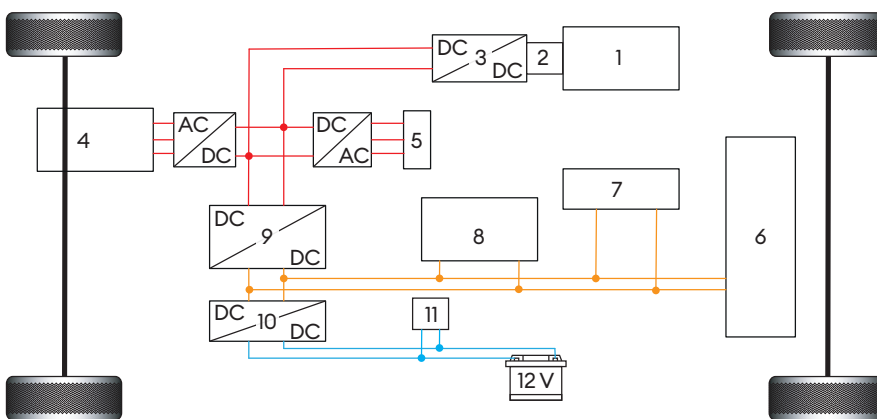

Bild 1: Bordnetz FCEV
Der Aufbau des Bordnetzes (Bild 1) ist grundsätzlich vergleichbar mit dem eines BEV. Es gibt immer noch eine Spannungsebene bis 14 V, die mit einer herkömmlichen 12-V-Batterie realisiert wird. Somit können viele Verbraucher einfach übernommen werden und müssen nicht an eine hohe Spannung angepasst werden. Als Beispiel wurde in Bild 1 die elektrische Servolenkung integriert. Neben dem 14-V-Bordnetz haben wir jetzt aber zwei Hochvoltspannungsebenen und nicht wie sonst üblich nur eine. Diese Differenz entsteht durch die Brennstoffzelle, welche der eigentliche Energielieferant ist, und durch die Hochvoltbatterie, die nicht auf die gleiche Spannung ausgelegt ist wie die Brennstoffzelle. Dazu kommen zusätzliche Systeme, die für die Wasserstoffversorgung und die Kühlung
In der Brennstoffzelle wird durch die chemische Reaktion Spannung erzeugt. Je nach Anzahl Zellen kann diese bei aktuellen Modellen bis zu 370 V betragen. Diese wird im Hochsetzsteller (3 in Bild 1) direkt nach der Brennstoffzelle bis auf 650 V erhöht. Der Begriff Hochsetzsteller wird hier verwendet, da der Strom von der Brennstoffzelle wegfließt und immer erhöht wird. Durch diese Anhebung wird bei konstantem Strom die Ausgangsleistung grösser, was wiederum zu einer Reduzierung der elektrischen Verluste führt. Dies, weil bei tieferen Stromwerten die Spannungsverluste an den Leitungen und Verbindungen kleiner werden. Über einen Stromsensor wird der Ausgangsstrom erfasst, damit die notwendige Spannung über die Einschaltzeit der MOSFET-Transistoren geregelt werden kann. Dadurch kann der Elektromotor mit einer Spannung von 370V bis 650V betrieben werden. Dies ergibt eine für alle Betriebs-situationen ausreichende Fahrleistung. In den DC/AC-Wandlern wird die erhöhte Spannung in Dreiphasen-Wechselstrom umgewandelt. Damit wird sowohl der Traktionsmotor wie auch der Luftkompressor der Brennstoffzelle versorgt. Durch die Hochvoltbatterie ergibt sich die etwas tiefere Spannungsebene mit 310 V. Diese Spannung entsteht durch den Einsatz von zwei Zellenstapel mit jeweils 42 Li-Ion-Zellen. Die Hochvoltbatterie hat in diesem Bordnetz verschiedene Aufgaben. Da im Falle einer starken Beschleunigung die Brennstoffzelle die Leistung nicht so schnell
Der DC/DC-Wandler (9 in Bild 1) zwischen dem Hochsetzsteller (3) und der Batterie dient zum Regeln der Spannung im Batteriestromkreis. Die Batterie kann dank der Brennstoffzelle sowohl im Stand als auch während der Fahrt geladen werden. Im Stand wird die erzeugte Spannung der Brennstoffzelle durch den DC/DC-Wandler (9) auf die notwendige Spannungsebene transformiert. Um diesen Ladevorgang zu optimieren verfügt die Batterie über diverse Sensoren, welche die Informationen ans Batteriemangement liefern. Dazu gehört ein Spannungssensor, der die Batteriespannung überwacht und ein Stromsensor. Mit dem Stromsensor wird beim Laden und Entladen die Batterie überwacht, um zusammen mit dem Spannungssensor das Lademanagement zu verbessern. Wenn der Ladezustand genügend hoch ist, arbeitet die Brennstoffzelle im Stand nicht. Aus diesem Grund wird beim ersten Fahrzeugstart mit der Batterie angefahren und die Brennstoffzelle nachher zugeschaltet. Der dritte DC/DC-Wandler (10) transformiert die Spannung auf 14 V für das Laden der 12-V-Batterie und je nach dem auch für die Versorgung der Verbraucher. In diesem Teil des Bordnetzes können auch ein oder mehrere Kondensatoren verbaut sein. Diese haben die Aufgabe im Falle einer Störung die verschiedenen Bedienungselemente wie z.B. ein elektronisches Schalthebelsystem weiter mit Strom zu versorgen.